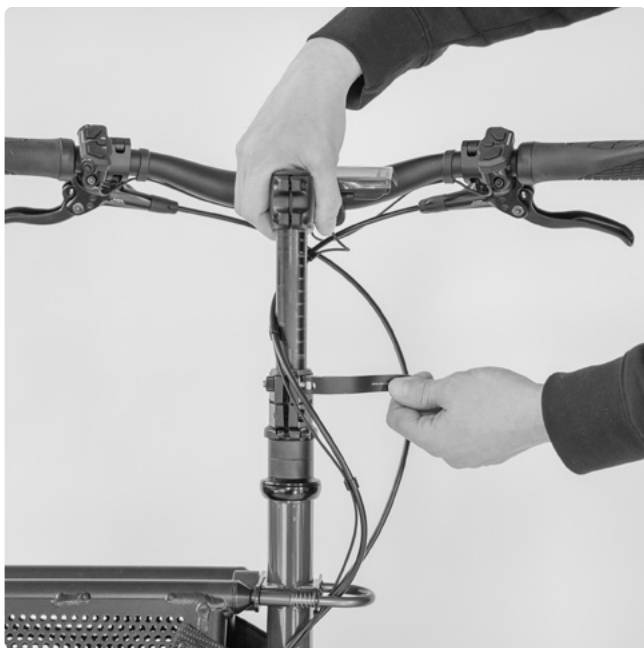

ABB. 28
Der Vorbauadapter ermöglicht, neben der Höhenverstellung, den Lenker auch seitlich um 90° einzudrehen und das muli Muskel für das Abstellen – etwa in einem Hausflur – noch kompakter zu machen (Abb. 28).
- 2 Ziehen Sie den Lenker bis zum Anschlag nach oben und drehen ihn in dieser höchsten Position seitlich ein (Abb. 28).
- 2 Ziehen Sie den Lenker bis zum Anschlag nach oben und drehen ihn wieder aus (Abb. 28).